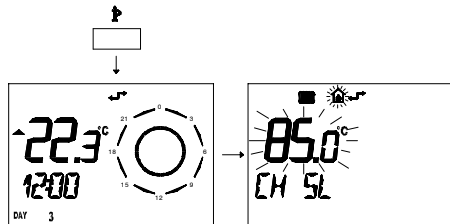

fig. 5.17
- 1 Premere per più di 3 secondi il pulsante per entrare in modalità *INFO*. fig. 5.17